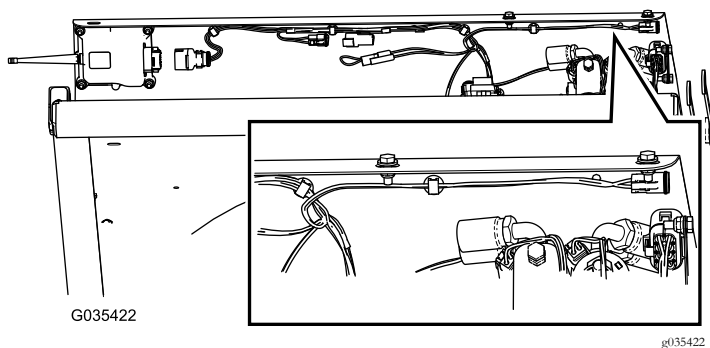

Figure 13
3. Faites passer le côté connecteur d'arrêt d'urgence du faisceau le long du côté inférieur de l'aile, comme montré à la Figure 13.